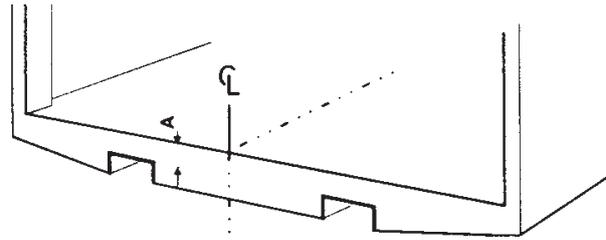

Figura 24. Medir y marcar el punto central en la barra trasera del vehículo
1. Medir y marcar el punto central en la barra trasera del vehículo. Véase Figura 24